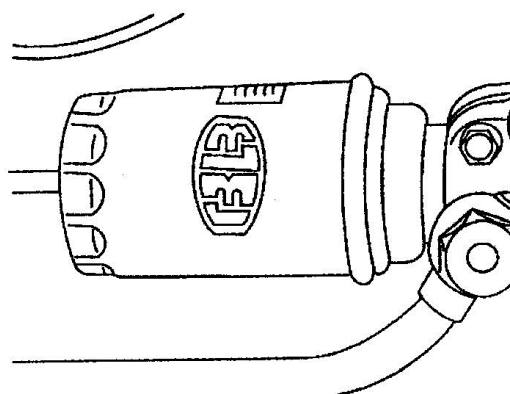

Рис. 5-22 Роторный масляный фильтр
17. Роторный масляный фильтр. Рис. 5-22